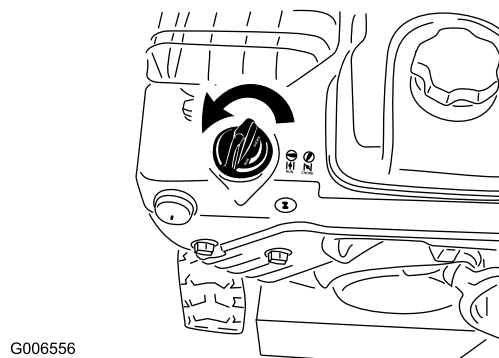

Figure 22
5. Tournez la commande de starter à la position Starter sélectionné (Figure 22).